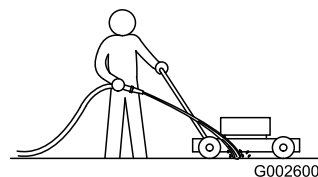

Рисунок 23
3. При работающем двигателе и включенном ноже направьте струю воды перед **правым** задним колесом (**Рисунок 23**).